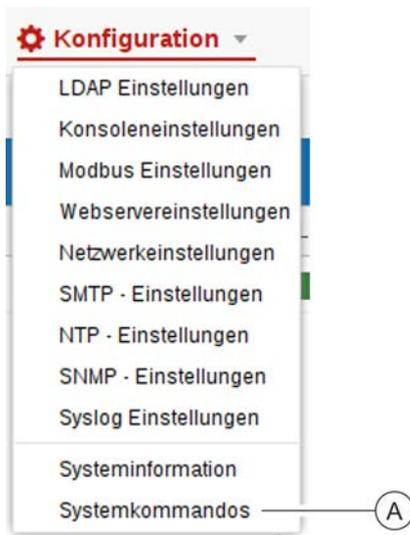

Abb. 261: Systemkommandos aufrufen
1. ➔ Über „Konfiguration → Systemkommandos“ das Fenster "Systemkommandos" aufrufen (Abb. 261/Ⓐ).